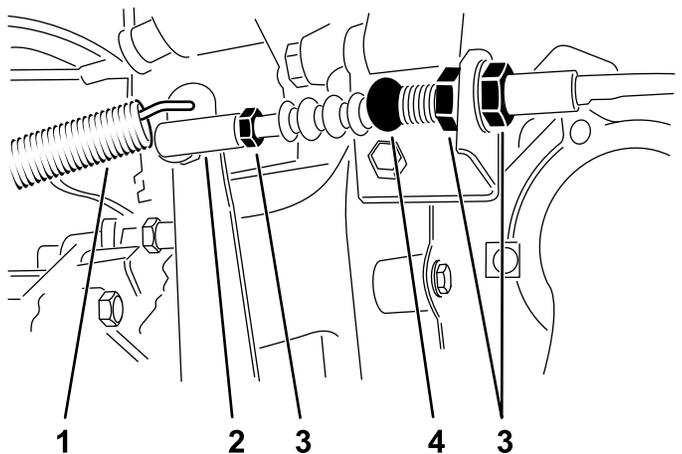

図 61
1. クラッチケーブルをベルハウジング上のブラケットに固定しているジャムナットをゆるめる(図 61)。